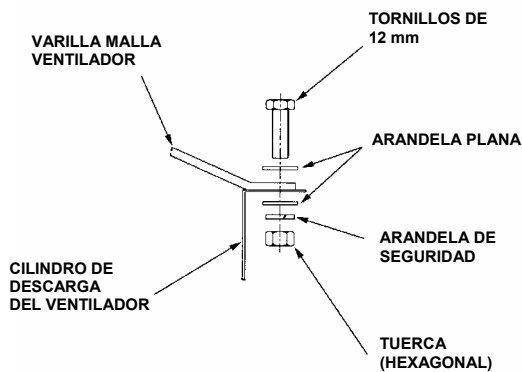

Figura 15 - Fijación de Malla Protectora al Cilindro de Descarga.
2. Fijar la malla protectora al cilindro con tornillos en todos los taladros como se indica en la figura 15.
4. Fijar la malla protectora al cilindro con tornillos en todos los taladros como se indica en figura 15. Cada cuatro puntos de fijación, donde el marco soporte coincide con el cilindro, atornillar conjuntamente marco y malla al cilindro.